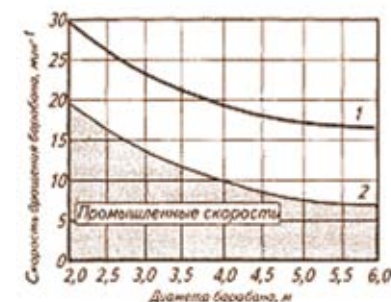

Рис. 1. Скорость вращения барабанов при окорке древесины: 1 – критическая скорость; 2 – граница допустимых скоростей
Формула (5) доказывает, что с увеличением скорости вращения барабана увеличивается его производительность. Однако опыт показывает, что производительность возрастает, пока  $\omega < \omega_{кр}$ . При скорости вращения выше критической скорости  $\omega_{кр}$  бревна прижимаются к корпусу барабана и всякое их перемещение прекращается, то есть процесс окорки не происходит. На рис. 1 приведен график, иллюстрирующий зависимость критической скорости от диаметра барабана (кривая 1) и границу области допустимых значений скорости (кривая 2).